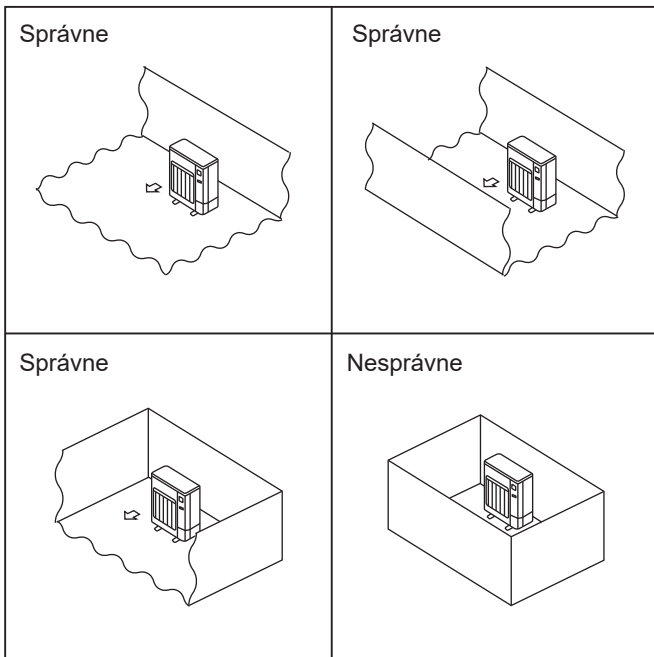

Fig. 2-1
- © Exteriérové jednotky inštalujte na miestach, kde je aspoň v jednom zo štyroch smerov voľný priestor a kde je dostatok miesta bez vytvárania výstupkov. (Fig. 2-1)